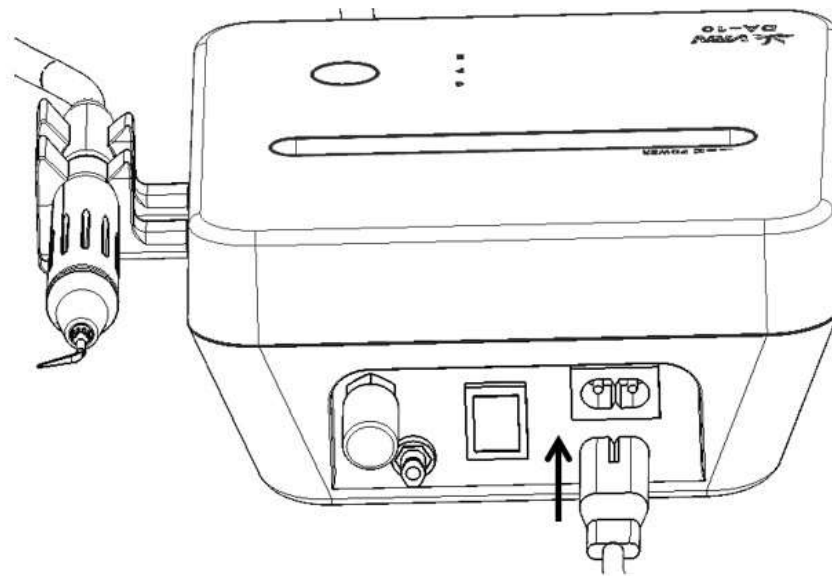

Рисунок 2.4
- 6) Вимкніть виріб, потім під'єднайте до виробу вихід шнура живлення, а потім під'єднайте вхід шнура живлення до джерела живлення (див. рис. 2.4).